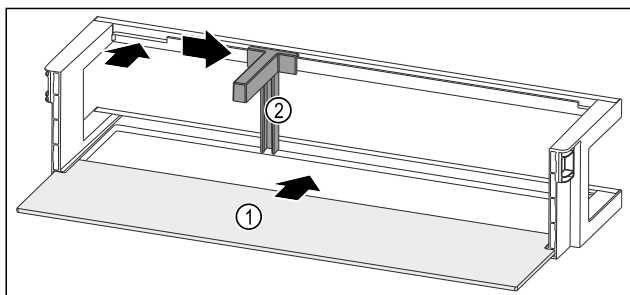

Fig. 99 Balconnet de contre-porte avec tablette de rangement
- Insérer la tablette de rangement Fig. 99 (1) dans les évidements latéraux.
- Insérer le porte-bouteilles Fig. 99 (2) dans l'évidement.
- Pousser le porte-bouteilles Fig. 99 (2) sur le côté en position souhaitée.